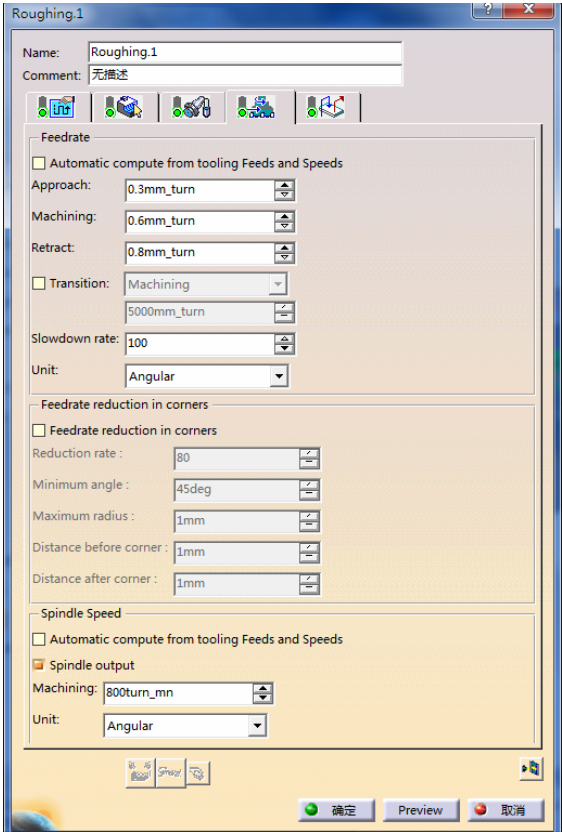

图 7-59 进给率参数选项卡（3）
- 4) 定义进给率。单击“Roughing.1”对话框中的, 切换到进给率参数选项卡（3），如图 7-59 所示。